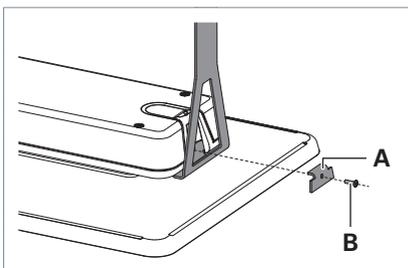

Fig. 5: Skruva fast vinkeln på takfästet.
- ▶ Skruva fast vinkeln **A** på takfästet med skruven **B**, se Fig. 5.